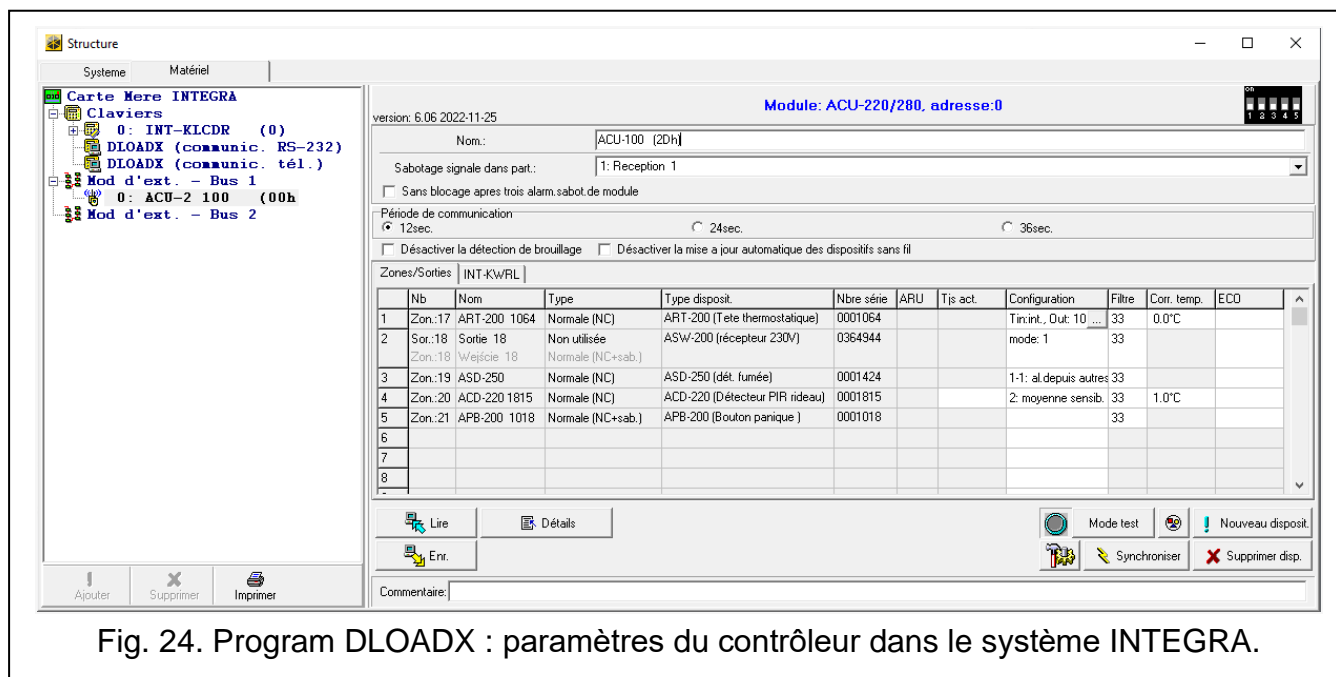

Fig. 24. Program DLOADX : paramètres du contrôleur dans le système INTEGRA.
- programme DLOADX : fenêtre « Structure » → onglet « Matériel » → branche « Modules d'extension » → [nom du contrôleur] (Fig. 24).